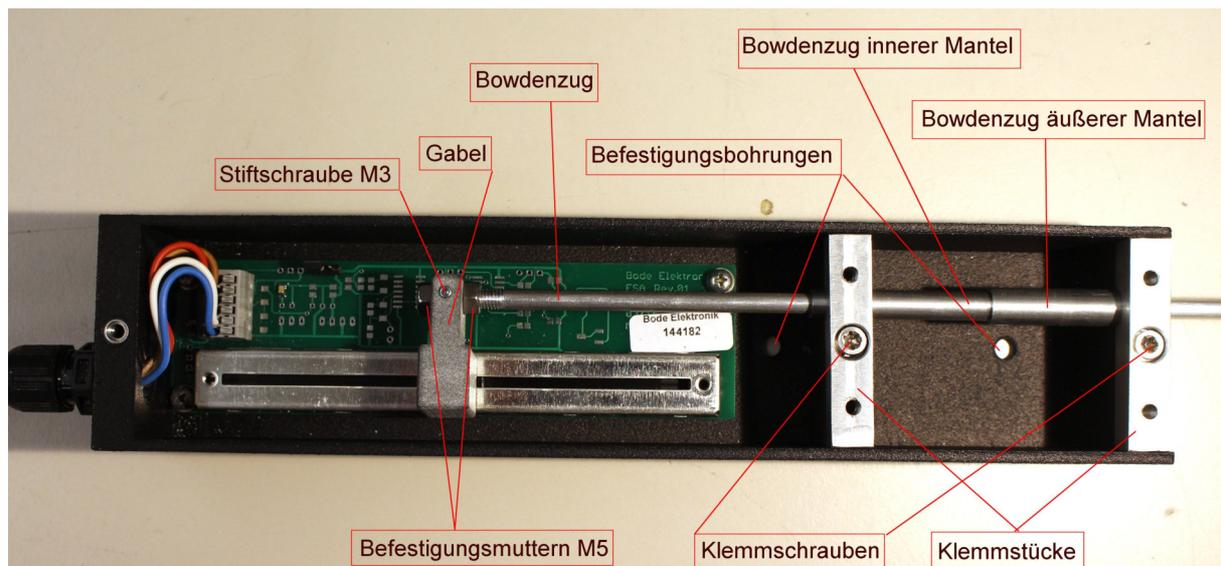

Abb. 2 – Bezeichnung und Lage der Montagepunkte des FSA-VR
Für das im Folgenden beschriebene Vorgehen ziehen Sie bitte die Abb. 2 hinzu.
- Führen Sie den Bowdenzug soweit ein, daß die Gabel ungefähr in der Mitte des Gewindes des Bowdenzugs liegt. Vergessen Sie nicht vorher die entsprechend der Abb. 2 rechte M5 Befestigungsmutter aufzuschrauben.